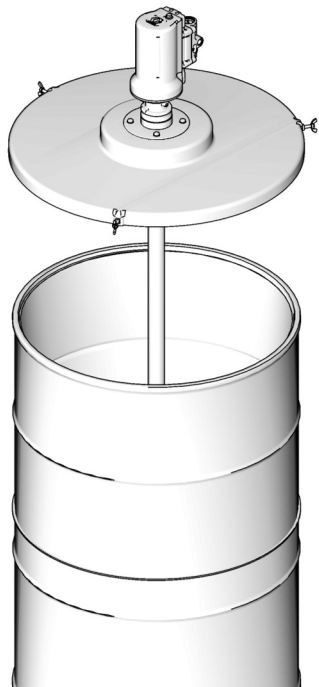

図 9
7. フォロープレート上のゴム製グロメットの中央部にポンプドロップチューブを通します (図 9)。